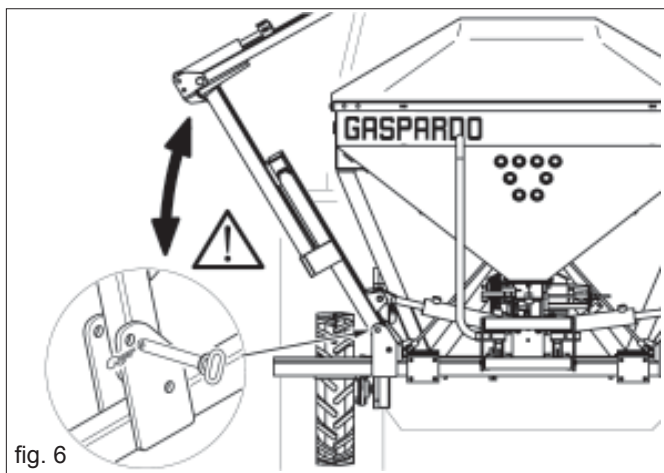

fig. 6
35) Les déplacements en dehors de la zone de travail doivent avoir lieu avec l'équipement en position de transport et avec les sécurités appropriées activées (Fig. 6).